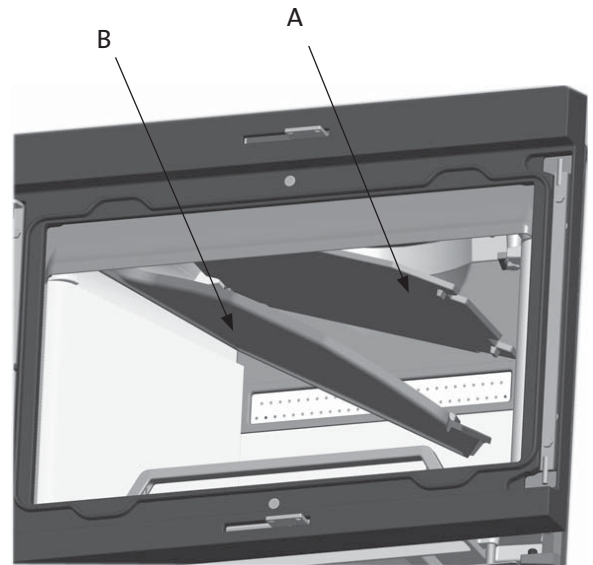

Fig. 5
9. Plaats de stenen voor hoogteafstelling in de bouten van de basisplaat (zie **Fig. 5**).